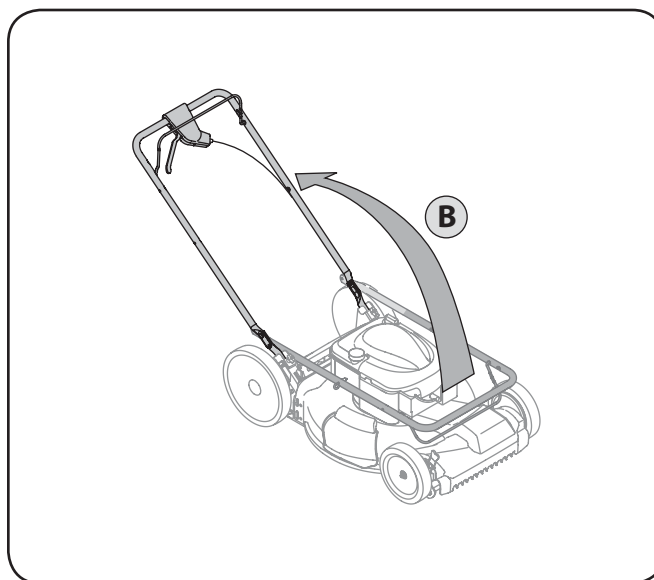

Figura 3-2
- b. Si bien la estabilización de cortacésped por lo que no se mueve, pivote asa superior como se muestra en la figura. 3-2. No engarzado cable mientras levanta la palanca hacia arriba.